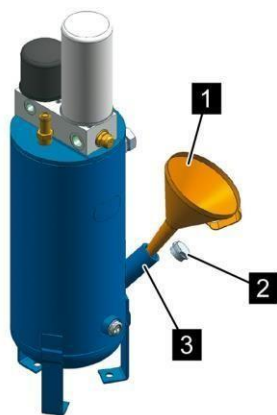

Рис. 41: Заливной штуцер
6. При помощи воронки (Рис. 41/1) залейте охлаждающую жидкость до заливной кромки заливного штуцера (Рис. 41/3).
8. Вставьте резьбовую пробку наливного отверстия (Рис. 41/2) и затяните ее ↪ Приложение В «Моменты затяжки винтов» на странице 153.